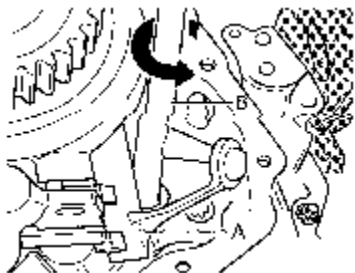

图 9-53 安装转向轴
(4) 放入转向轴 A，把换挡杆轴 B 侧向放置到变速箱壳体中的内缘孔上，并与定位耳环接合，接着把换挡轴小心地按箭头方向旋转，如图 9-53 所示。